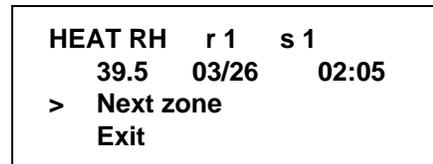

图 234
按 CALIBRATION 键  以进入下一温度区，右侧储料槽 (RH)。(见图 234。)